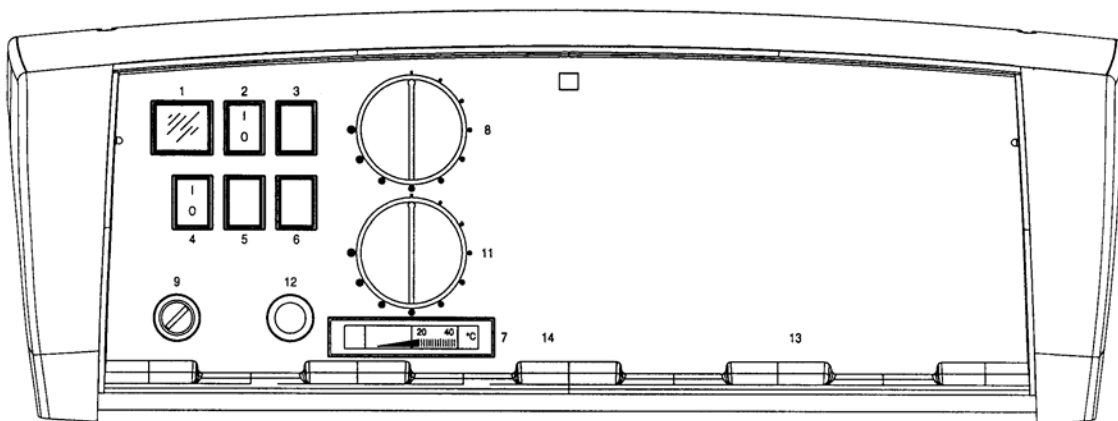

Рис. 3
3.4 ПАНЕЛЬ УПРАВЛЕНИЯ REX/REX K/STR (Рис. 3)